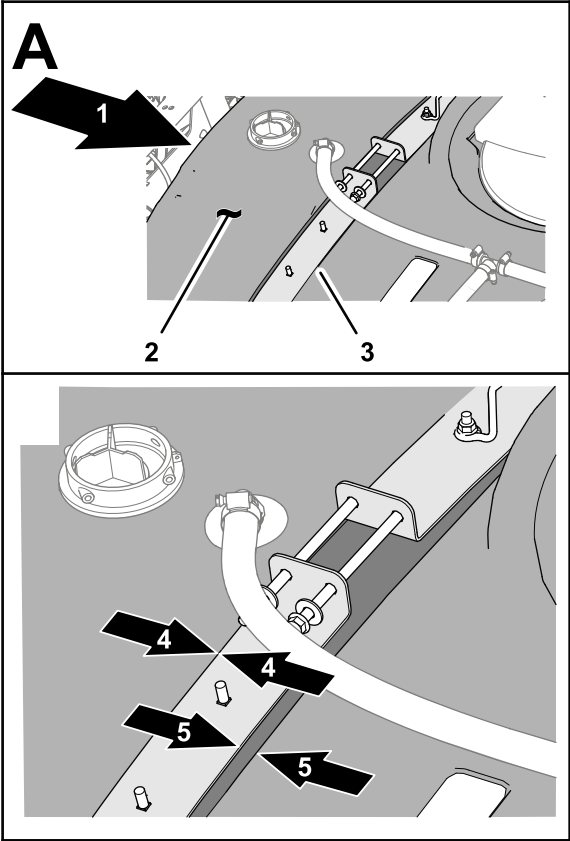

Figura 8
- Mova o depósito de pulverização para a frente até que as correias fiquem alinhadas com o olhal mais atrás do relevo da correia moldado no depósito (Figura 8).